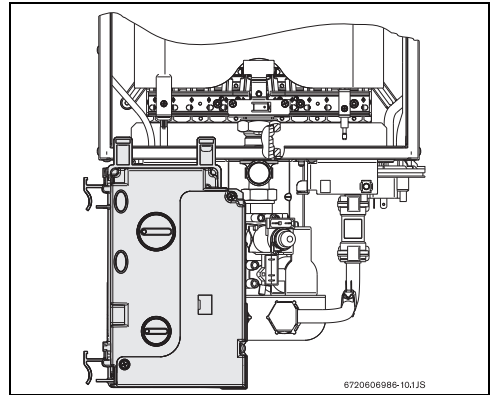

Fig. 18 Caja de mando - posición de ajuste del gas
- ▶ Una vez retirada la caja de mando, colóquela de acuerdo con la Fig. 18.